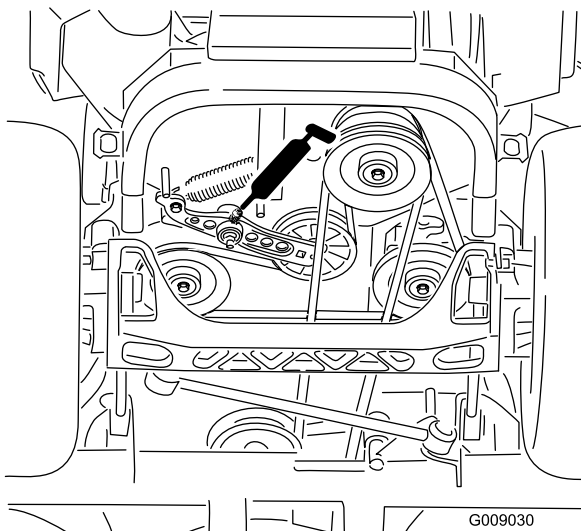

Bild 44
- Schmieren Sie den Spannarm des Treibriemens (Bild 44).